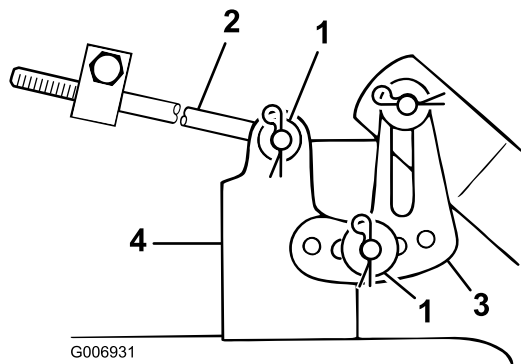

Figura 40
9. Togliete la coppia a forcina e la rondella dall'estremità dell'asta lunga (Figura 40). Sfilate l'asta dall'attacco del tosaerba.
- Togliete la coppiglia e la rondella dalla staffa di livellamento del tosaerba (Figura 40). Estraete la staffa dal perno di montaggio. Rimontate la rondella e la coppiglia per non perderle.